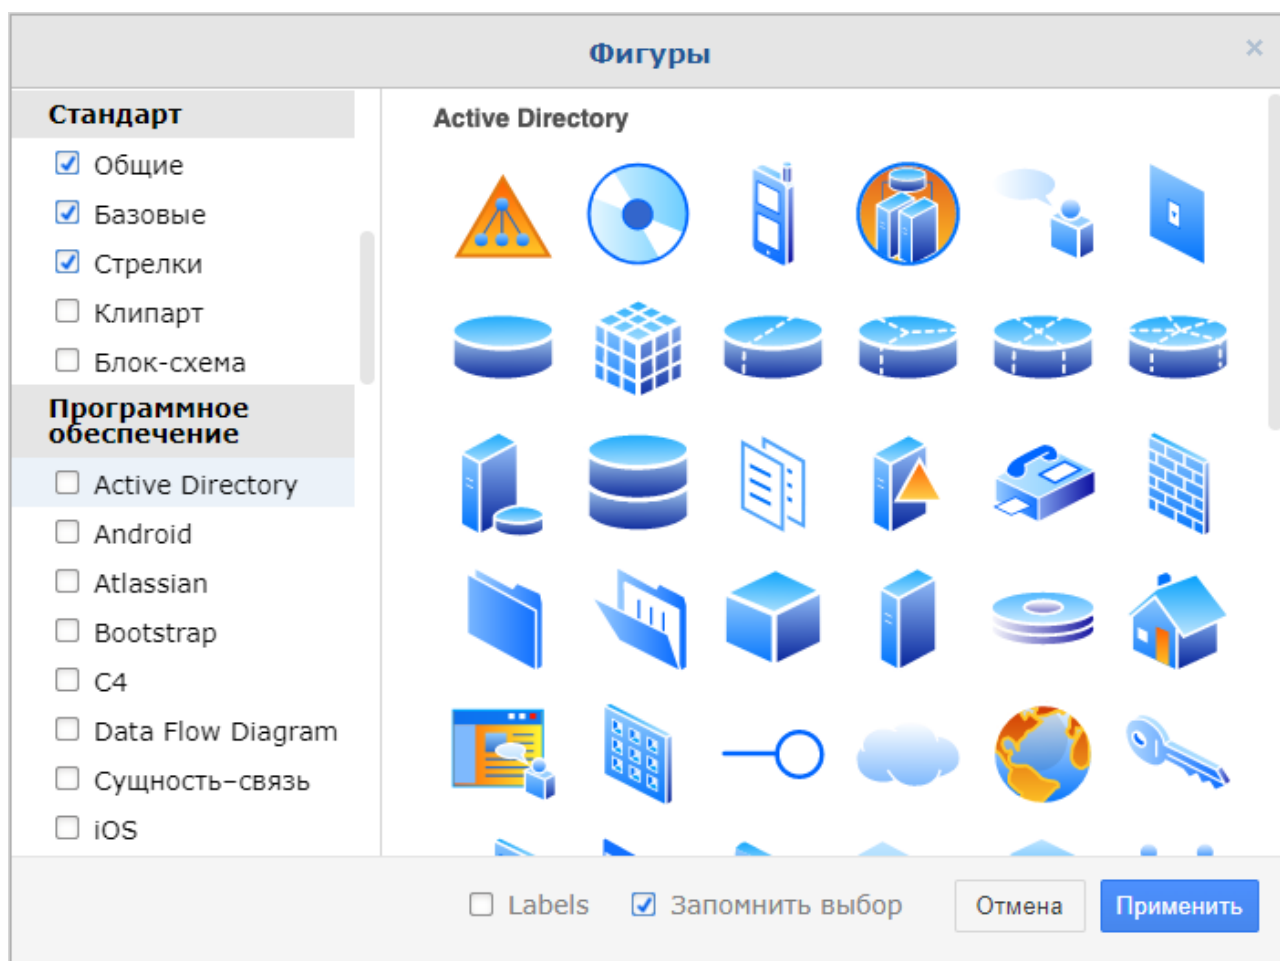

Рисунок 53. Добавление фигур в блок
2. В открывшемся окне выбрать необходимые группы фигур (Рисунок 53):